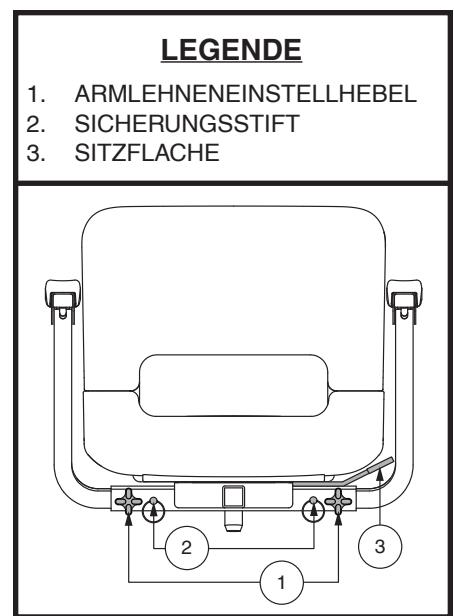

Abb. 14. Sitzeinstellungen
1. Lösen Sie die Armlehneninstellhebel. Siehe Abb. 14.
Der Armlehnenwinkel Ihres Scooters kann nach oben oder unten eingestellt werden. Um den Armlehnenwinkel einzustellen, klappen Sie die Armlehne hoch und stellen Sie die Winkelschraube ein, um den gewünschten Winkel zu finden Siehe Abb. 14.